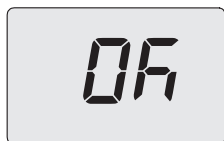

Figura 9.17
- Premendo il tasto 13 (Figura 9.15) si ottiene la conferma del valore inserito. Sul display appare per 3 sec. la scritta "**Ok**" (Figura 9.17), per poi visualizzare la lista dei parametri.